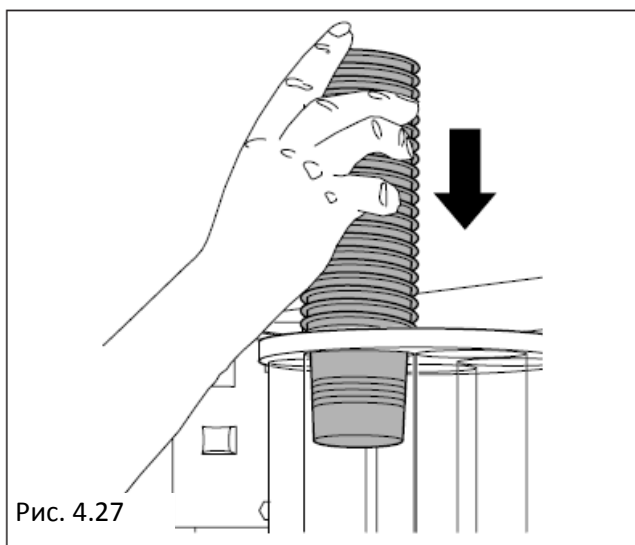

Рис. 4.27
- Убедитесь, что вертикальная секция для стаканчиков не соединена с распределительным выходным отверстием, затем заполните все вертикальные секции, двигаясь против часовой стрелке, в противоположном направлении (если вертикальная секция совмещена с распределительным выходным отверстием), закройте дверцу и включите автомат, вертикальная секция для стаканчиков вращается и автоматически располагается в позиции, в которой она не соединена входным отверстием, и затем заполните секцию (Рис.4.27)